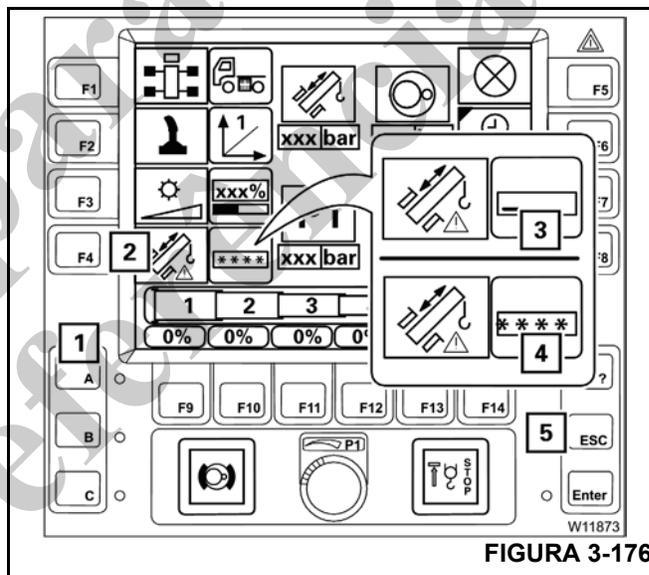

FIGURA 3-176
Consulte Figura 3-176.
2. Além disso, pressione uma vez o botão (2) (Figura 3-176) – o símbolo (3) aparece. Para acessar o programa de emergência da ação telescópica: